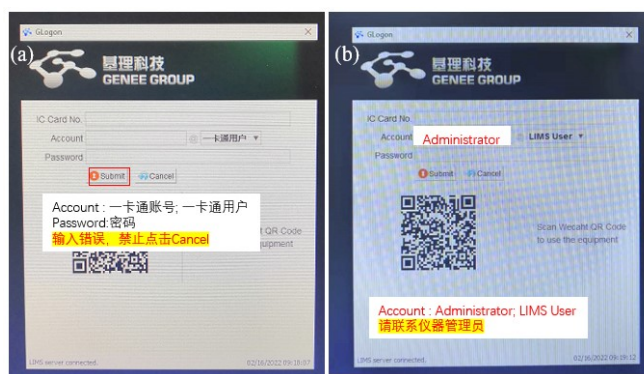

图 6-2
- (1) 如图 6-2(a)，如界面显示“一卡通用户”，请在 Account 输入预约者的一卡通账户，Password 栏输入相应账户密码，点击 Submit;
(2) 如图 6-2(b), 如界面显示“LIMS User”, Account 显示 Administrator, 请与相关老师联系。